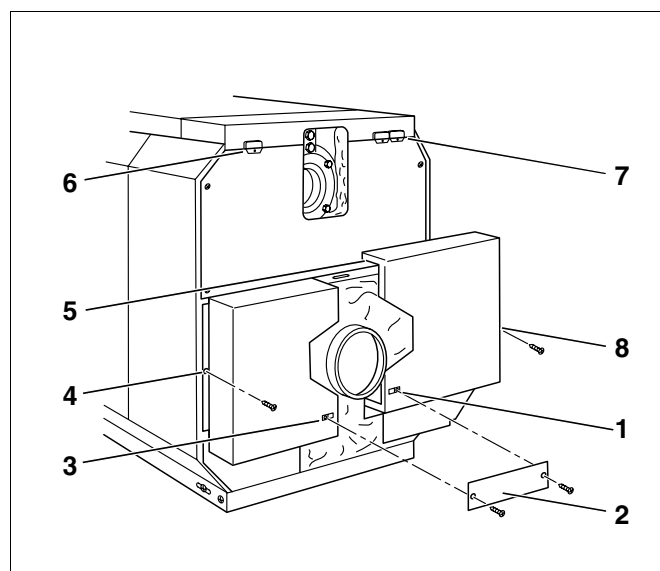

Fig. 56 Montering av kjelbakveggdeler
- Sett smekkmuttere inn i venstre og høyre sidevegg samt i delene til kjelens bakvegg (Fig. 56, **Pos. 1, 3, 4 og 8**).
- Heng de nedre kjelbakveggdelene på høyre og venstre side inn i slissene i kanten til den øvre kjelbakveggen og sideveggen (Fig. 56, **Pos. 5**).
- Skru fast forbindelsesplaten (Fig. 56, **Pos. 2**) til kjelens bakveggdeler under røykgasstussen ved hjelp av metallskruer.
- Fest kabelgjennomføringer av kunststoff enten på høyre eller venstre side av den øvre kjelbakveggen (Fig. 56, **Pos. 5 og 6**).